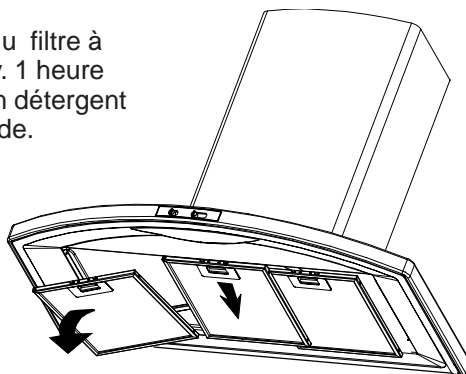

Fig. 3
- Poussez en arrière le dispositif d'arrêt du filtre à graisse métallique puis sortez le filtre vers le bas. **Fig. 3.**